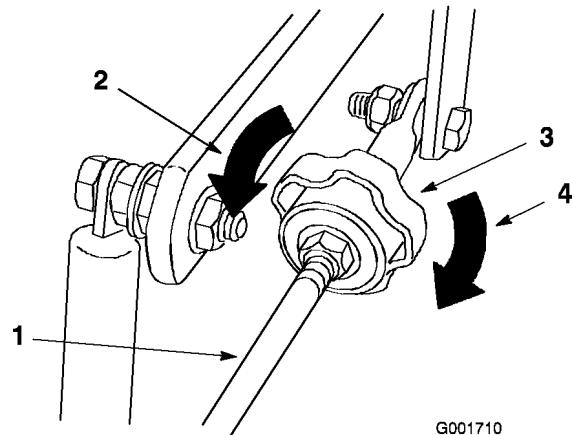

Figure 48
4. Réglez la correction directionnelle comme suit (Figure 48) :